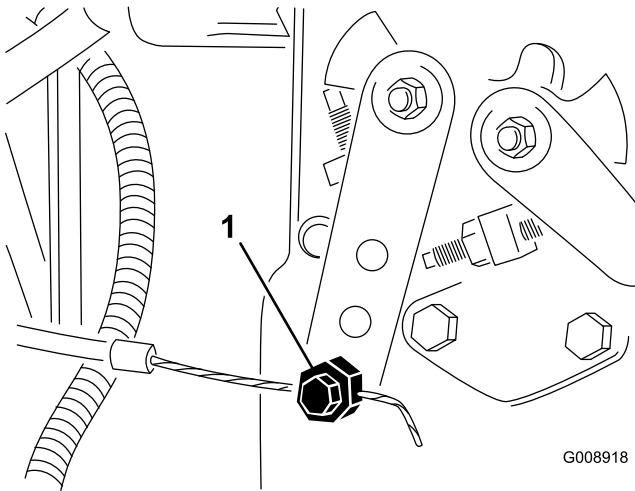

Bild 71
2. Lockern Sie den Anschluss des Gaszuges am Arm der Einspritzpumpe (Bild 71).